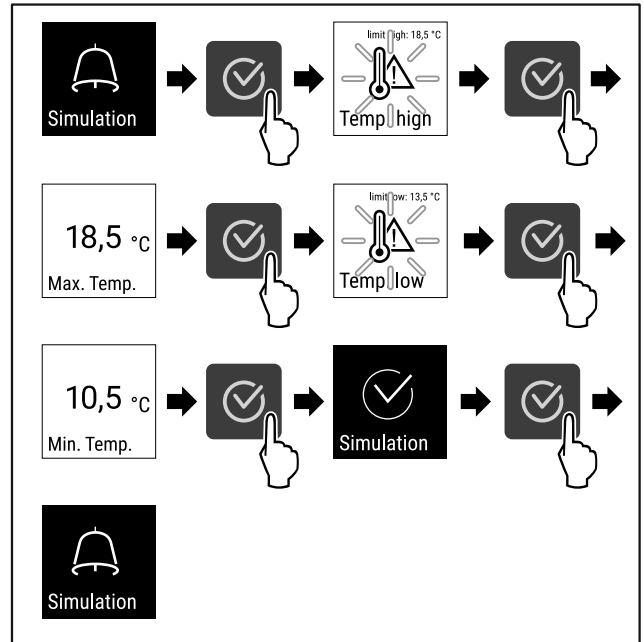

Fig. 144
- ▶ Провести етапи операцій (див. Fig. 144) .